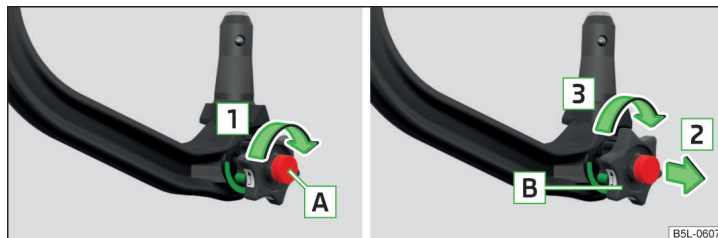

Fig. 144 Deblocarea încuietoarei / scoaterea și rotirea roțiței
- Rotiți cheia **A** în sensul săgeții **1** până la limită » fig. 144.